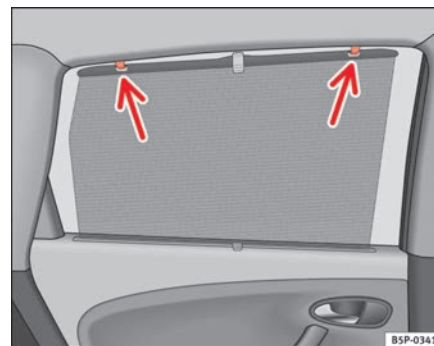

Fig. 84 Persiana puerta trasera
- Desenrolle la persiana y engánchela en los ganchos situados en el marco superior de la puerta ⇒ página 129, fig. 84. ■